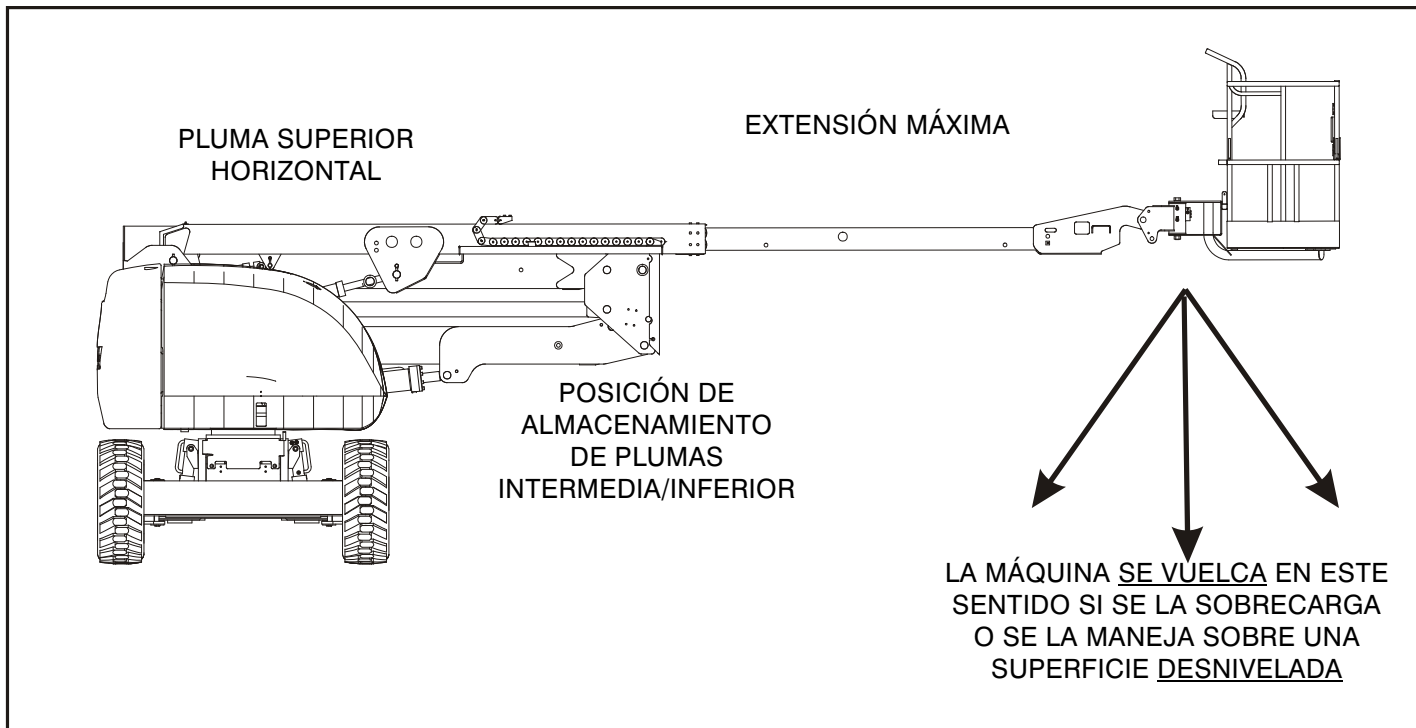
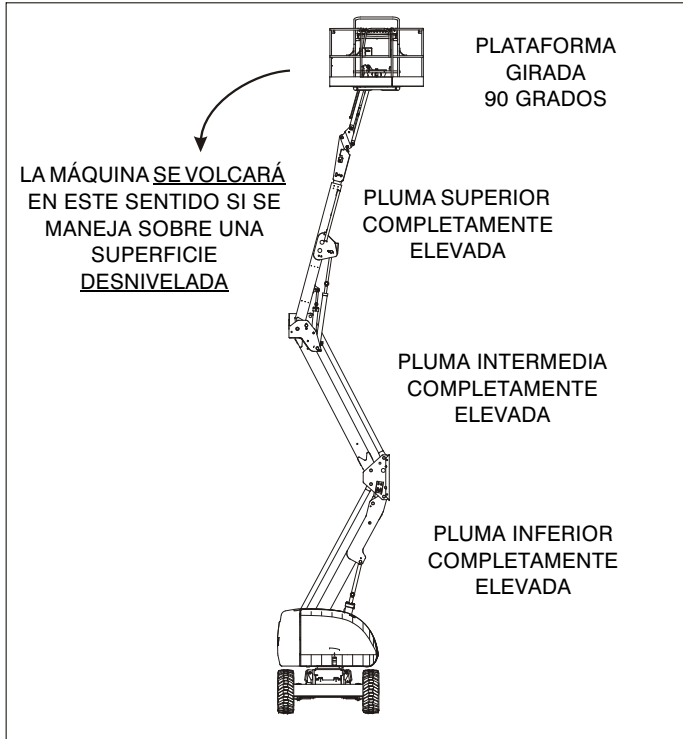

Figura 4-1. Posición de estabilidad delantera mínima
Figura 4-2. Posición de estabilidad trasera mínima
La estabilidad de la máquina depende de dos (2) condiciones, las cuales se denominan estabilidad DELANTERA y estabilidad TRASERA. La posición de la máquina que ofrece la estabilidad DELANTERA mínima se ilustra en la Figura 4-1.; la posición que ofrece la estabilidad TRASERA mínima se ilustra en la Figura 4-2.